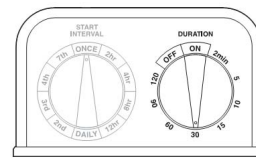

FIGURA 3
Girar o dial Duração (B) para o abeberamento duração desejada. (ver figura 3).